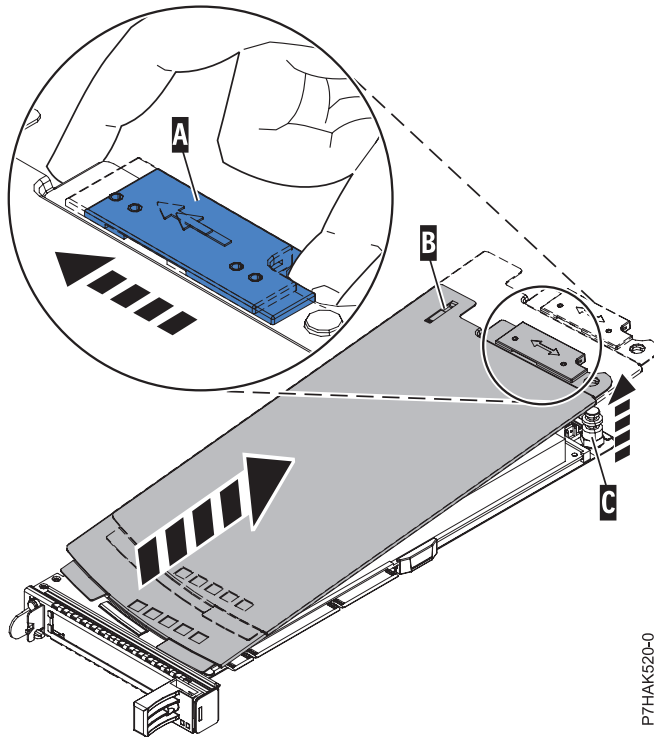

Figura 35. Extracción de la cubierta de la casete de adaptador PCIe
- a. Deslice el pestillo de la cubierta (A) para separarla del pivote (C) tal como se muestra en la Figura 35 en la página 33.
- b. Levante la cubierta (B) para sacarla del pasador pivote (C).